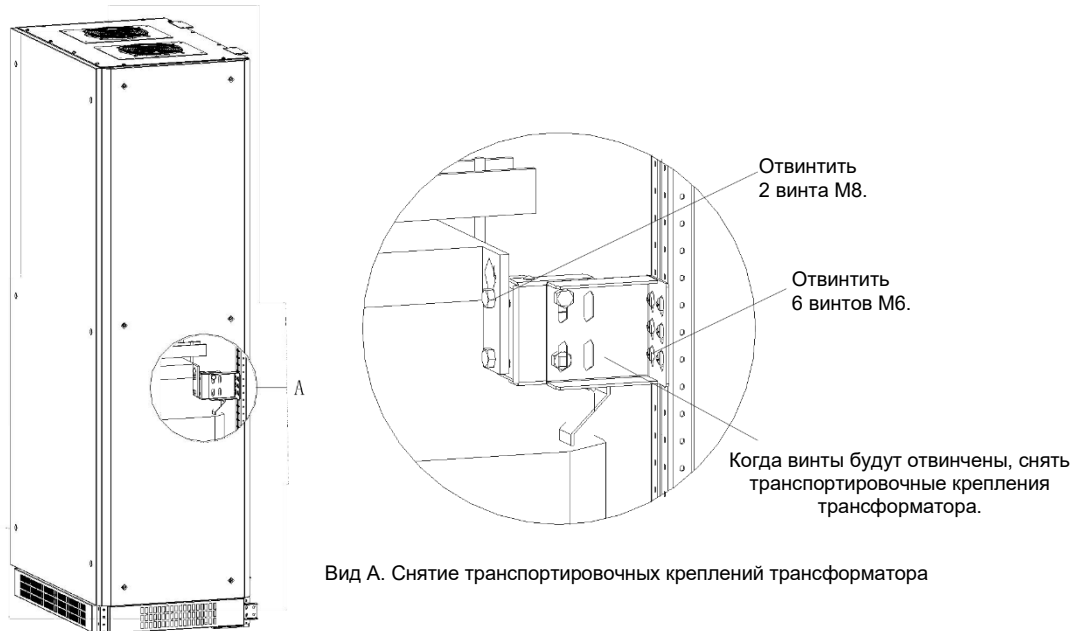

Рисунок 2-4. Снятие транспортировочных креплений фазорегулирующего трансформатора
1. Для доступа к фазорегулирующему трансформатору снять переднюю панель вспомогательного шкафа, как показано на рис. 2-4. Сохранить винты.
2. Положение транспортировочных креплений фазорегулирующего трансформатора показано на рис. 2-4. Снять транспортировочные крепления фазорегулирующего трансформатора, как показано на рис. 2-4.